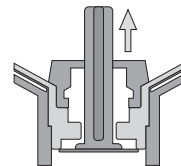

Рис. 1
- г) накачивание баллонов осуществляется через клапан нажимного действия. Чтобы открыть поток воздуха, необходимо однократно нажать на шток, чтобы он занял крайнее верхнее закрытое положение (см. рис. 1);